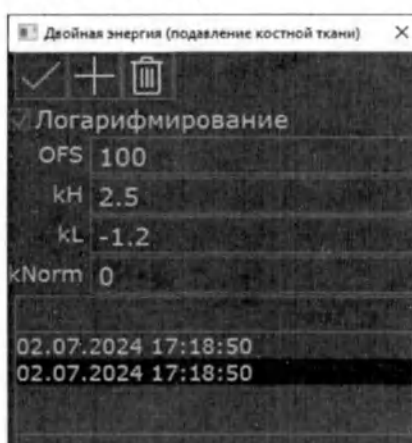

Рис. 68 Окно реконструкции "Двойная энергия (подавление костной ткани)"
- Автоматически появится окно реконструкции (Рис. 68 Окно реконструкции "Двойная энергия (подавление костной ткани)"))